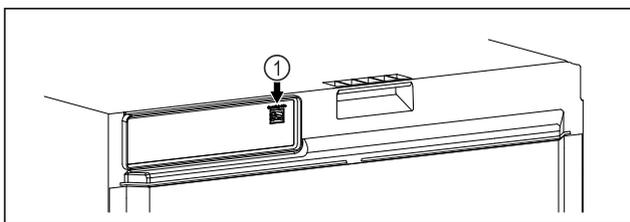

Fig. 117
- SmartModule Fig. 117 (1) è inserito.